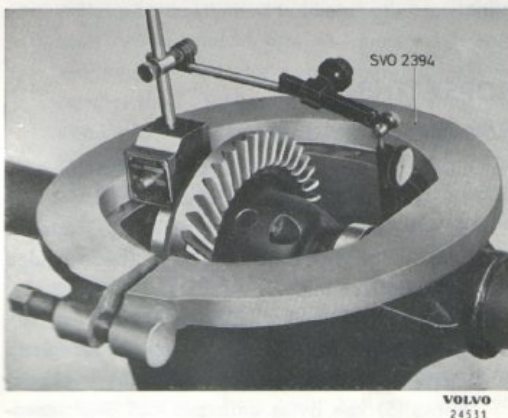

Bild 12. Utspänning av bakväxelhus.
7. Anbringa verktyg SVO 2394 i hålen på bakväxelhuset enligt bild 12. Anbringa en indikator så att utspänningen av bakaxelväxelhuset kan avläsas. Drag spännskruven så att bakväxelhuset spännes ut max. 0,3 mm. Tag bort indikatorn. Lyft ut differentialhus med kronhjul.
11. Anbringa verktyg SVO 2394, se bild 12, och en indikator på bakväxelhuset. Drag spännskruven så att bakväxelhuset spännes ut max.  $0,3$  mm. Tag bort indikatorn. Lägg i differential med lager. Tag därefter bort verktyg SVO 2394.